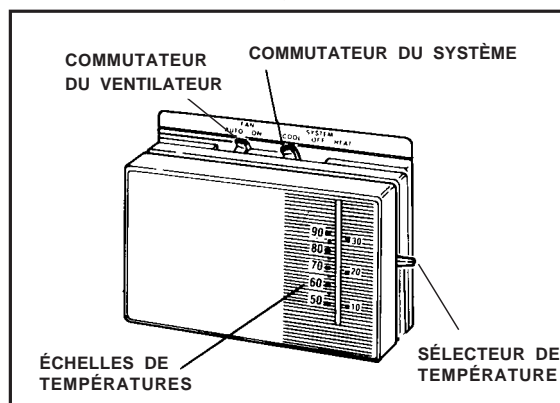

Figure 1. Thermostat typique
1. Régler le commutateur du thermostat sur REFROIDIR (COOL) ou AUTO et le commutateur du ventilateur du thermostat sur AUTO (Figure 1).
1. Régler le commutateur du thermostat sur CHAUFFER (HEAT) ou AUTO et le commutateur du ventilateur du thermostat sur AUTO (Figure 1).
Régler le commutateur du thermostat sur la position d'ARRÊT (OFF) et le commutateur du ventilateur du thermostat sur AUTO (Figure 1).
Régler le commutateur du ventilateur du thermostat sur la position MARCHÉ (ON) (Figure 1).
Description du voyant DEL (Consulter la Figure 1) VOYANT DEL DE MARCHE (vert) : indique que la tension est présente au branchement du module. VOYANT DEL D'ALERTE (jaune) : indique une situation anormale à l'intérieur du système à l'aide d'un code de clignotement unique. Le VOYANT DEL D'ALERTE clignote plusieurs fois de suite,